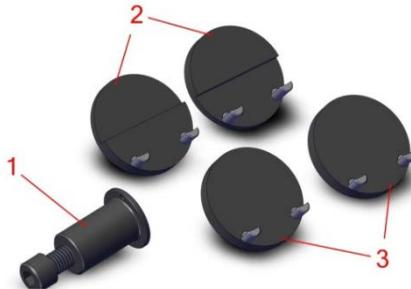
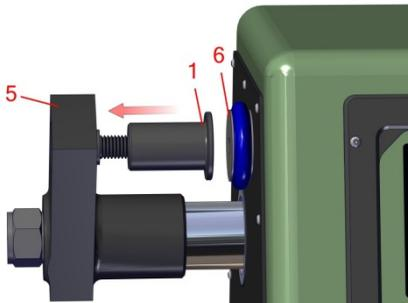

Abb. 5.1.1
Abb. 5.1.2
1. Mit dem Universal Formstoff-Festigkeitsprüfgerät (Modell 42104) werden alle erforderlichen Aufnahmen/Elemente zur Messung Druck-/Scherfestigkeit von Formsand mitgeliefert. Die für beide Prüfungen erforderlichen Anbauteile sind Abb. 5.1.1 zu entnehmen.
2. Verstellbare Klemmhalterung (Abb. 5.1.2, Pos. 1) auf die bewegliche Aufnahme des Geräts (siehe Abb. 5.1.2, Pos. 5) montieren.
3. Je nach Test, entweder die beiden Scherklemmen (Abb. 5.1.1, Pos. 2) oder die Druckklemmen (Abb. 5.1.1, Pos. 3) verwenden. Die Aufnahmedorne auf der Klemmenrückseite müssen mit den Löchern am beweglichen Teil (Abb. 5.1.2, Pos.5) und dem Festen Teil (Abb. 5.1.2, Pos. 6) eine Linie bilden. Die Klemmen behutsam auf den beweglichen bzw. festen Teil aufschieben.
- Über die Stellschraube die verstellbare Klemmhalterung (Abb. 5.1.1, Pos. 1) vorsichtig, im oder gegen den Uhrzeigersinn, bewegen, um so die Druckbacke auf der beweglichen Klemmhalterung in Richtung der festen Klemmhalterung mit aufgespanntem Prüfkörper, zu drehen. Die Schraube so verstellen, dass beide Prüfkörperkontaktflächen beidseitig auf den Klemmbacken satt anliegen (luftspaltfrei!).